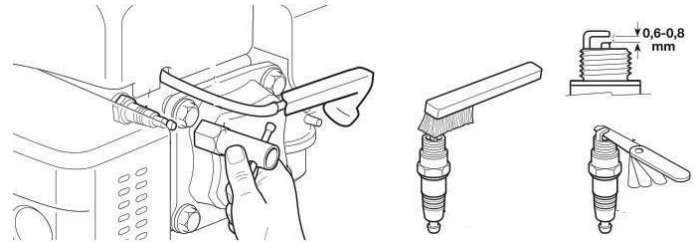

Рис. 16
9.5. Проверка свечи зажигания (Рис.16).